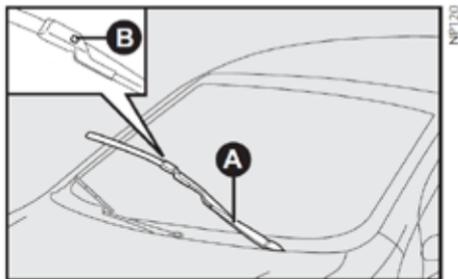

fig. 27
Reemplazo de las limpiadores del limpiaparabrisas - fig. 27
- 1) Levante el brazo A-fig. 27 del limpiaparabrisas.
- 2) Presione la pluma B-fig. 27 y empújela hacia arriba y soltándola del brazo A-fig. 27.